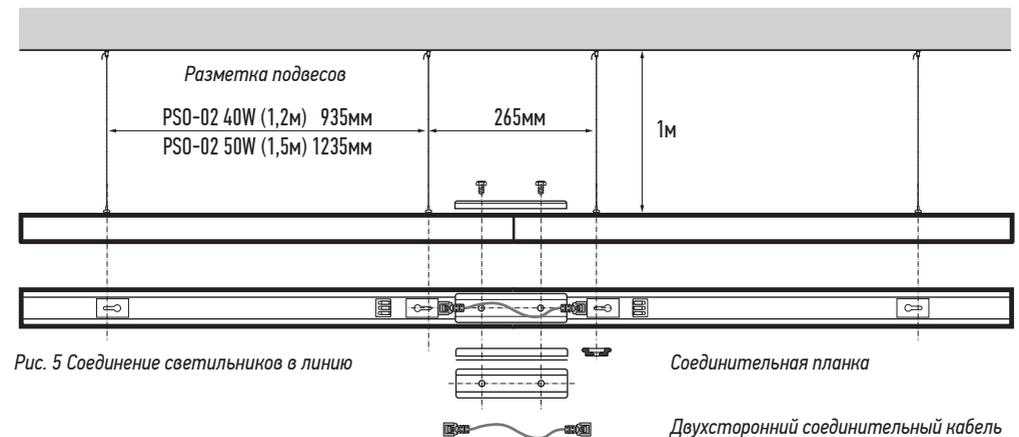

Рис. 5 Соединение светильников в линию
- 3.4 Внутри корпуса светильника имеется сквозная проводка, что дает возможность подключить в линию до 20 светильников PSO-02 40W и до 15 светильников PSO-02 50W с помощью комплекта для соединения в линию ШК 4895205059245, (см. Рис.5 и 6)